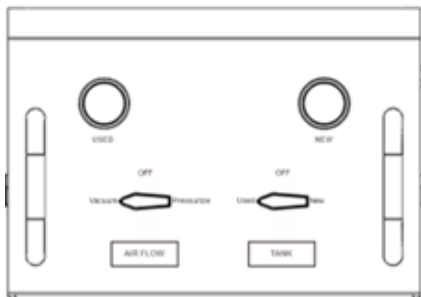

Fig 6.
3. Sul pannello girare la valvola sinistra "AIR FLOW" (flusso d'aria) in posizione "Vacuum" (vuoto) e la valvola destra "TANK" (serbatoio) in posizione "Used" (usato) (Fig. 6), aprire la valvola sul tubo del liquido usato (trasparente). Quindi aprire la valvola dell'aria dell'officina e si creerà un vuoto fino a -20inHg sia nel serbatoio del fluido usato che nel veicolo, e l'antigelo inizierà a fluire dal veicolo nel serbatoio del fluido usato del macchinario, e i tubi del veicolo collaseranno.